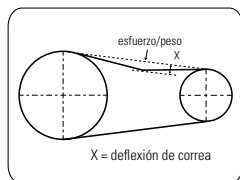

FIGURA 8.4
Correas de transmisión y motor eléctrico (6) (Figura 8.4 y 8.5)
- (6) Para verificarla retire el protector de correa. Tras la inspección, coloque el protector fijando los tornillos (Figura 8.4 y 8.5). Cuando sea necessário reemplace las correas.
- (7) Verifique el tempo de llenado del depósito. Si es superior al 20% conforme indicado em la Ficha CARACTERISTICAS TECNICAS efectúe el reemplazo de los anillos.
- (8) Reajuste los tornillos de la unidade compressora utilizando um torquímetro y para las tuercas y conexiones uma llave fija manual.
- (9) Compresores CSV 15, CSV 20 y CSV 40: si está obstruido, límpielo com um chorro de aire o reemplácelo si está averiado.
- (10) Limpe el radiador com um chorro de aire comprimido com presión máxima de 40 PSI.
- (11) Al retirar la válvula del compresor, lea el Capítulo – INSTRUCCIONES DE SEGURIDAD, ítem 9.